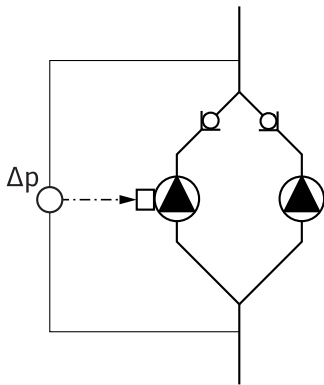

Fig. 18: Voorbeeld, aansluiting verschil-druksensor
- In het voorbeeld in Fig. 18 is de master-pomp, gezien in stroomrichting, de linkerpomp. Op deze pomp moet de verschildruksensor worden aangesloten.
- De meetpunten van de verschildruksensor van de master-pomp moeten in de desbetreffende verzamelbuis op de zuig- en perszijde van de dubbelpompinstallatie liggen (Fig. 18).